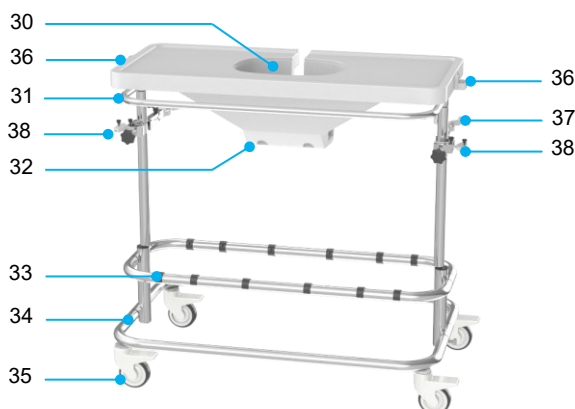

Figura 8 Trolley
L'unità termica e le due unità pompa sono fissate su un trolley (Figura 8). Il trolley è dotato di ruote con freni e di una barra di spinta che rende possibile il trasporto all'interno dell'ospedale.
- Sistemare il trolley nella posizione corretta e azionare i freni delle ruote (Figura 8, voce 35).
- Posizionare il serbatoio del fegato nella cavità del piano d'appoggio del Liver Assist (Figura 8, voce 30).
- Orientare i tubi blu verso il lato venoso (PV) e i tubi rossi verso il lato arterioso (HA).
- Posizionare i sensori di pressione negli appositi supporti a ciascun lato del piano d'appoggio (Figura 8, voce 36).
- Posizionare gli ossigenatori nei supporti del trolley (Figura 8, voce 37) premendolo nel morsetto (Figura 11).